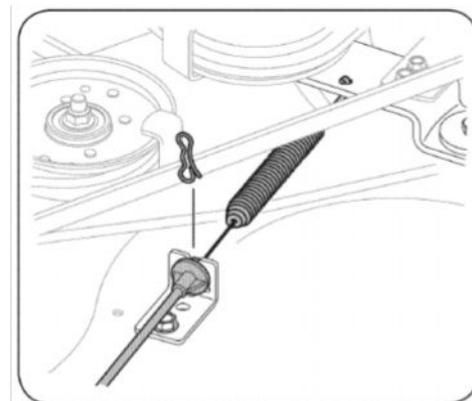

Рис.22
8. Извлеките трос механизма отбора мощности из задней части деки газонного трактора, вынув петлеобразный крепежный шплинт. Извлеките пружину с кронштейна натяжного ролика (См. Рис. 22).